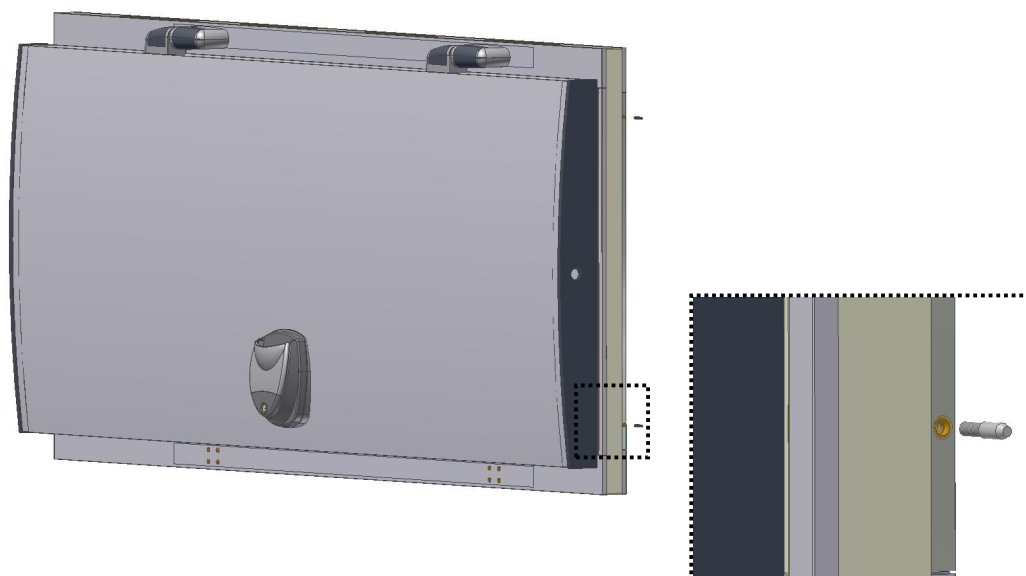

Fig. 4
- On doit placer les boulons sur le panneau du bâti de porte, avant que celui-ci soit monté (Fig. 4).